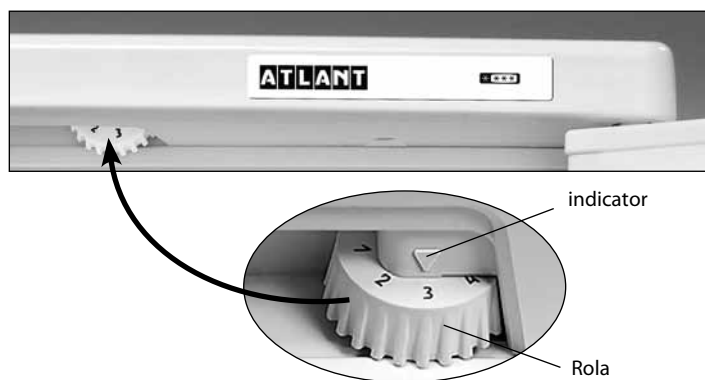

Figura 3 – Controlul temperaturii
**1.5** Organ de regulare a temperaturii in conformitate cu figura 3 este rolul de regulare a temperaturii (in continuare – rol). Rolul se roteste in sensul acelor de ceasornic și invers acelor de ceasornic si are diviziuni cu cifre notate si se instaleaza la diviziunea selectata. Diviziunea cu marcarea la "1" corespunde temperaturii cea mai ridicată (răcirea cea mai mică) în camera, la diviziunea "7" – cea mai joasa (cea mai mare racire). Diviziunea rolului trebuie instalata sub indicator la regularea temperaturii.
Deschideți ușa SF și setați rolul la diviziunea "2." Închideți ușa SF. Pe viitor, pentru a selecta temperatura optima pentru depozitarea alimentelor în sectiune trebuie regulaq temperature cu ajutorul rolului, așa cum se arată în figura 3. În cazul în care, după regulare sau in urma schimbării condițiilor de exploatare, compresorul a inceput să lucreze continuu, este necesar de a rota lent rolul in directia de micșorare pana la un clic a regulatorului de temperatura. După regulare, temperatura în frigider se menține în mod automat.